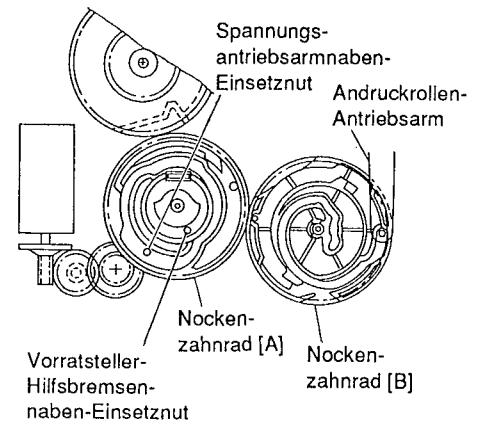

Abb. 4-25
- 3) Darauf achten, daß die Naben der Vorratsteller-Hilfsbremse und des Spanntriebsarms in den vorgeschriebenen Positionen eingesetzt sind (siehe Abb. 4-25).
- 4) Darauf achten, daß die Nabe des Andruckrollen-Antriebsarms in die Nut in dem Nocken Zahnrad [B] eingesetzt ist (siehe Abb. 4-25).